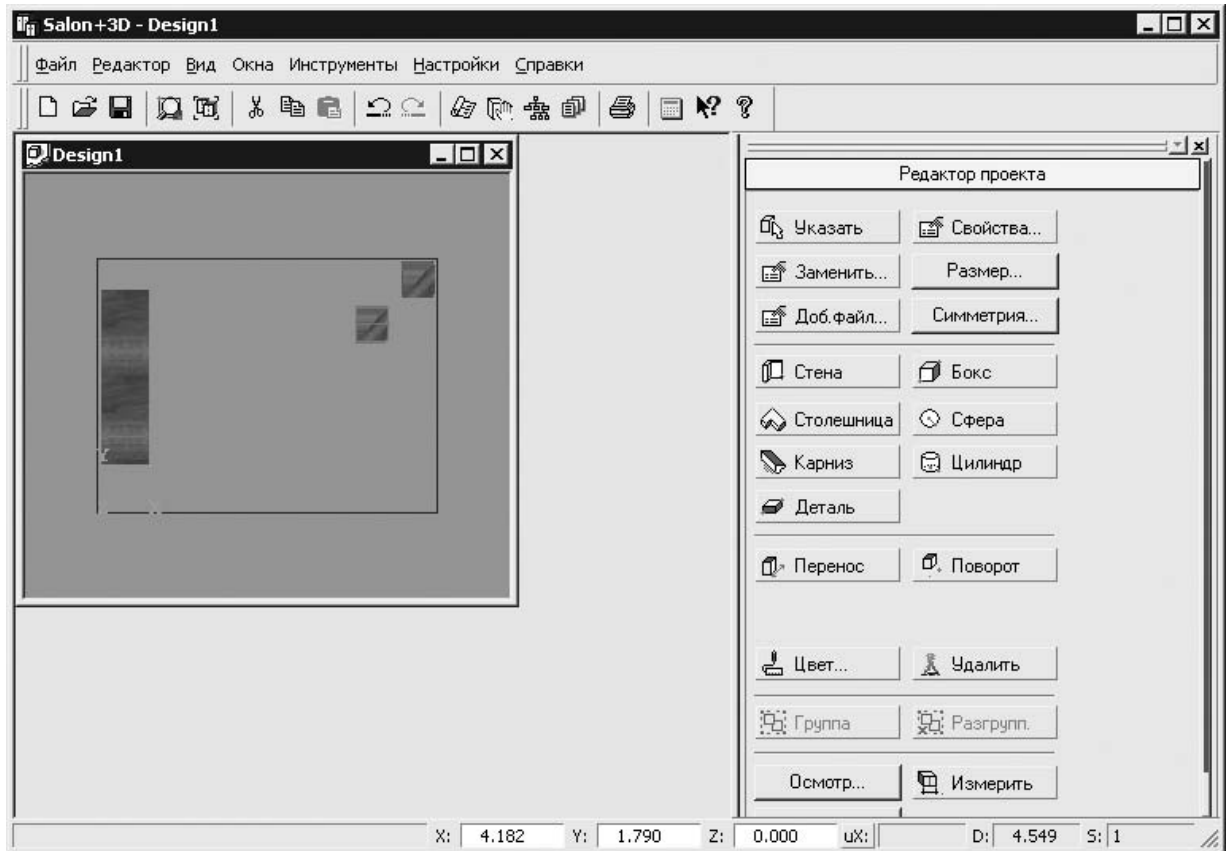
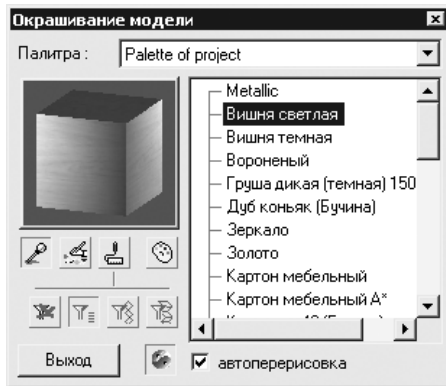

Рис. 8.34
Рис. 8.36
5. Выбрать объект мебели, щелкнув на его изображении кнопкой мыши, и добавить его в проект, перенося в дополнительное окно **Design1** и закрепляя на нужном месте щелчком кнопки мыши (рис. 8.34).
10. Нажать кнопку Цвет (см. рис. 8.34) — откроется окно Окрашивание модели (рис. 8.36).